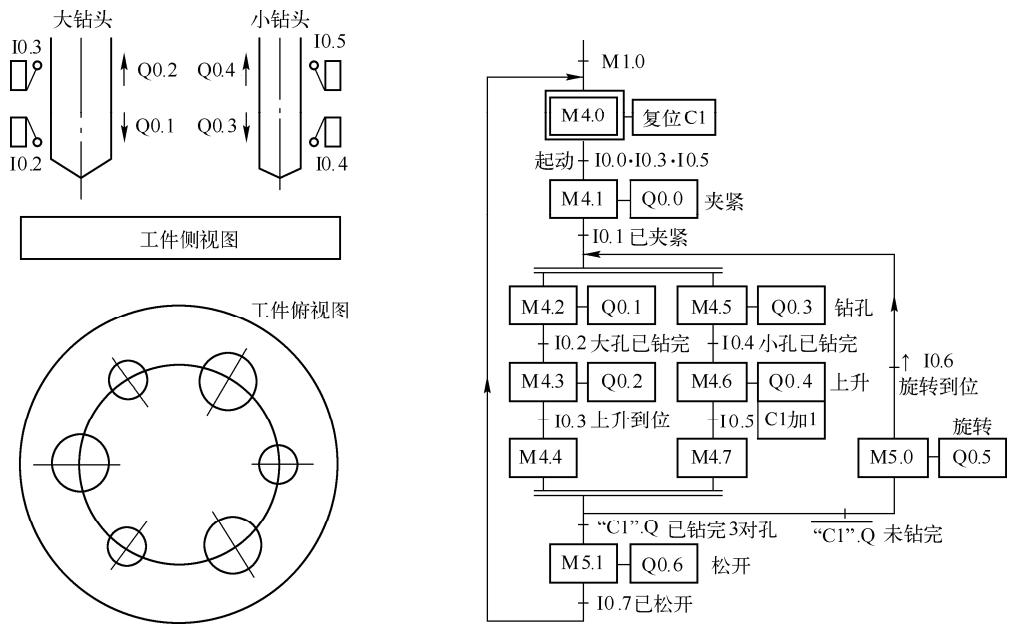

图 5-13 专用钻床控制系统的示意图与顺序功能图
某专用钻床用来加工圆盘状零件上均匀分布的 6 个孔（见图 5-13 的左图），上面是侧视图，下面是工件的俯视图。在进入自动运行之前，两个钻头应在最上面，上限位开关 I0.3 和 I0.5 为 1 状态，系统处于初始步，加计数器 C1 被复位，当前计数值 CV 被清零。
- 4) 自动控制系统应能多次重复执行同一工艺过程，因此在顺序功能图中一般应有由步和有向连线组成的闭环，即在完成一次工艺过程的全部操作之后，应从最后一步返回初始步，系统停留在初始状态（单周期操作，见图 5-9），在连续循环工作方式时，应从最后一步返回下一工作周期开始运行的第一步（见图 5-13）。